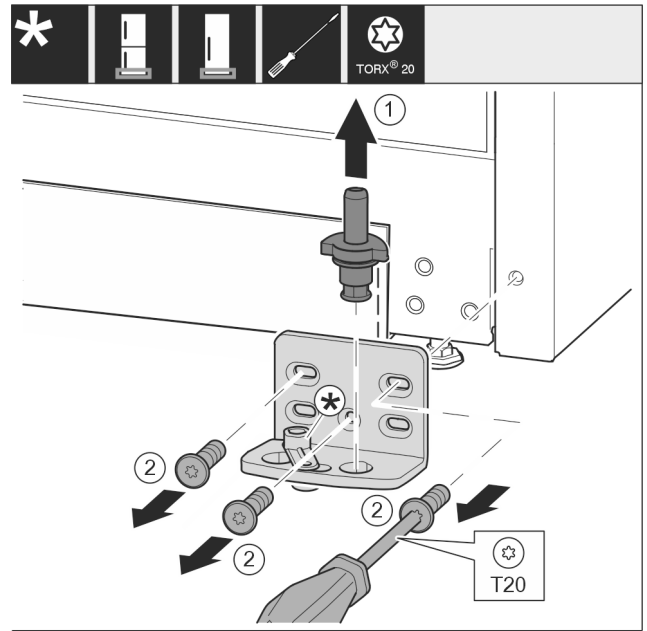

Fig. 14
- Lagerbolzen Fig. 14 (1) komplett nach oben herausziehen.
- Schrauben Fig. 14 (2) mit Schraubendreher herausdrehen und Lagerbock abnehmen.